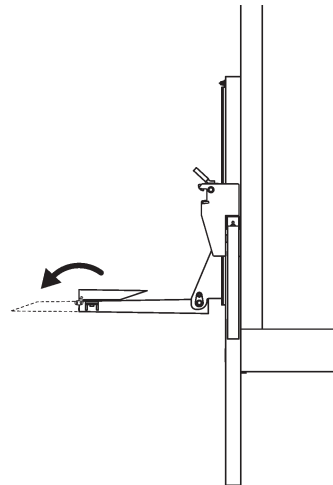

Fig. 8-2
2. Desplegar la plataforma abatible (**Fig. 8-2**).